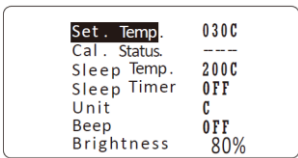

图 5
3.1 当 Cal. Status 显示“---”(见图 5)，表示焊台温度未被校准过，出厂时通过物理方法(校温电位器)达到最佳状态。